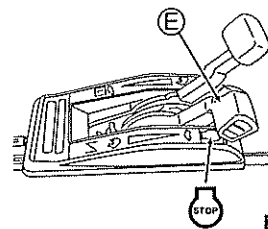

Fig. 14
- O motor pára se a lâmina ficar presa com a alavanca do acelerador (E) na posição "E".
- 2 Coloque a alavanca do acelerador (E) em "STOP". (Veja a fig. 14)